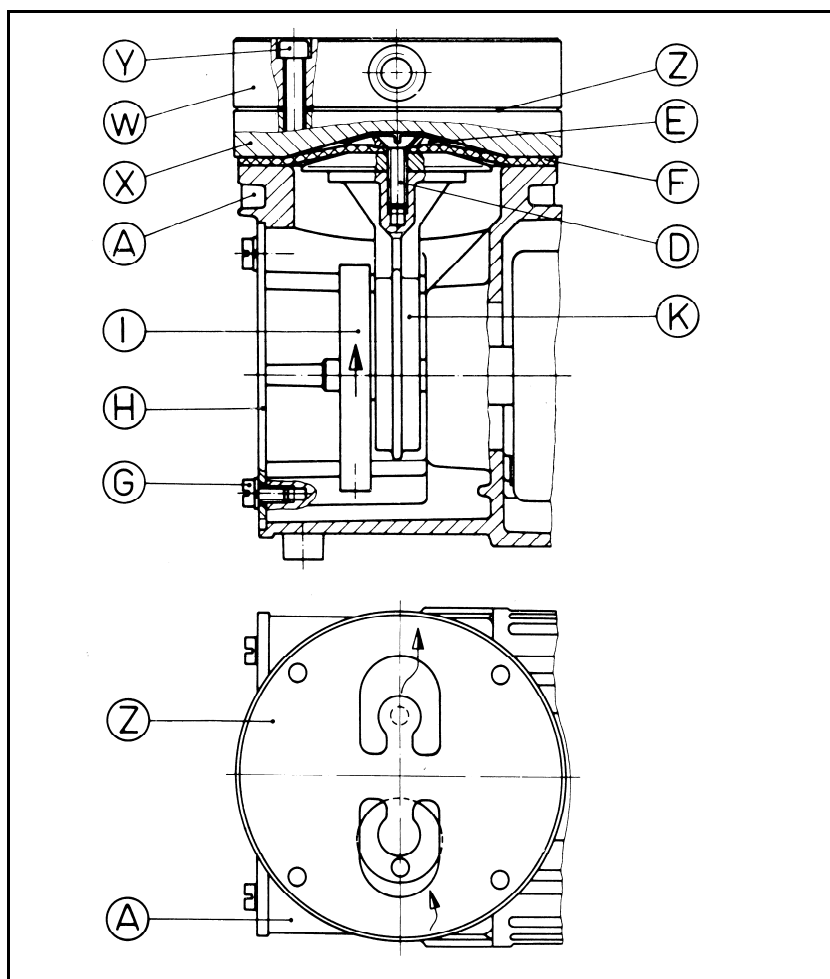

Fig. 7: Componentes de bomba para versiones con cabezal de acero inoxidable
**según la Fig. 7
10. Colocar la nueva placa de válvula Z sobre la placa intermedia X (para orientarla, véase la Fig. 7).
Membrana y resortes de válvula cambiados (placa de válvula)	➔ Comprobar la hermeticidad de la conexión del cabezal y las conexiones de tubo flexible. ➔ Bombas N 022 A_.18 y N 026.1.2 A_.18: En caso necesario, apretar los tornillos (B) o (S) (véase la Fig. 6) cuidadosamente y en cruz. ➔ Bombas N 022 S_.18 y N 026.1.2 S_.18: En caso necesario, apretar los tornillos (Y) (véase la Fig. 7) cuidadosamente y en cruz.